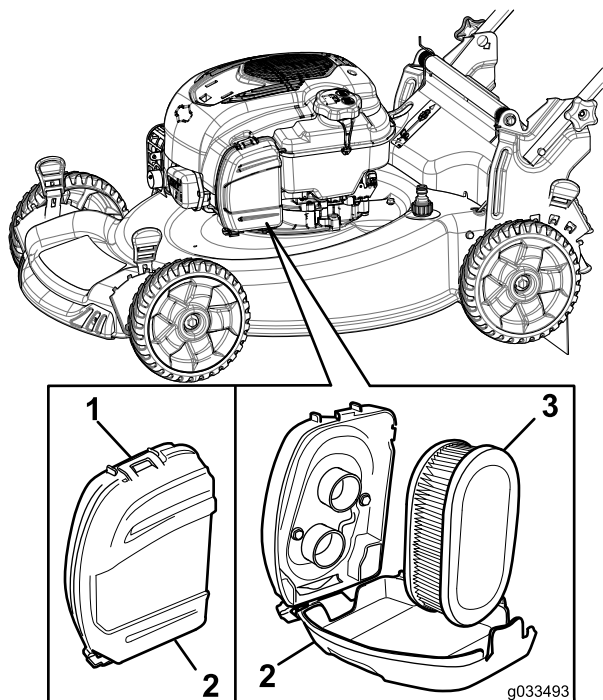

Figura 28
1. Sbloccate la parte superiore del coperchio del filtro dell'aria (Figura 28).
2. Rimuovete il filtro (Figura 28).